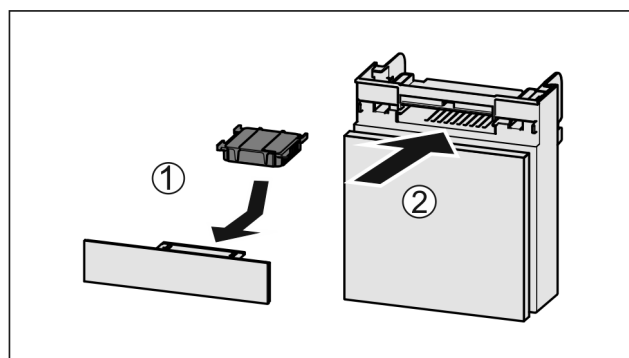

Fig. 62
- Inserire il vano Fig. 62 (2).